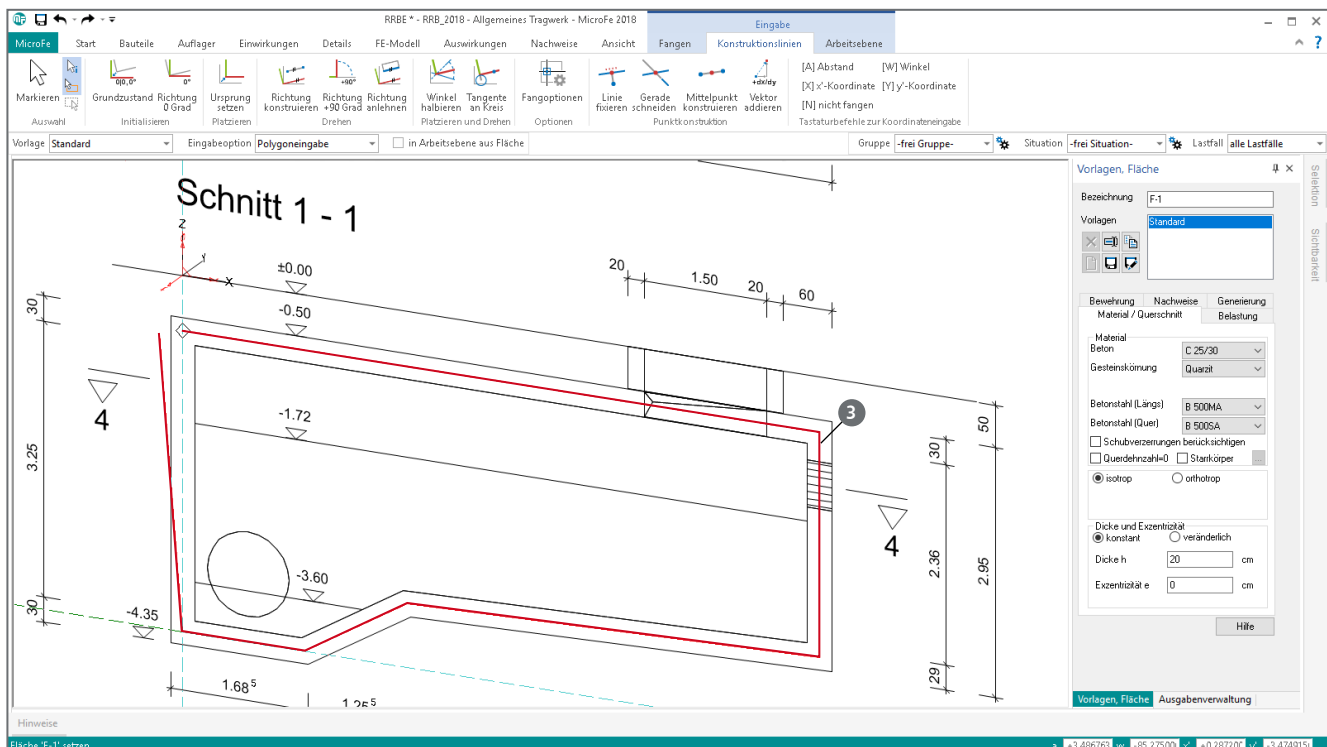

Bild 4. Eingabe der Längswand in der XZ-Ebene
Ein Klick auf die Schaltfläche „Fläche“ im Register „Bauteile“ startet die Eingabe. Die Arbeitsebene wird entsprechend der letzten Nutzung angezeigt (Bild 4). In der Optionenleiste wird die Eingabeoption „Polygoneingabe“ (1) gewählt. Dank der Option „Mittelpunkt konstruieren“ (2) aus dem Kontextregister „Konstruktionslinien“ kann für jeden Punkt des Polygonzugs (3) der Mittelpunkt zwischen Innen- und Außenkante gebildet werden. Die Eingabe des Polygonzugs bleibt immer in der aktuellen Arbeitsebene.
Mit der Eingabeoption „Rechteckeingabe (2 Punkte)“ bleibt die Eingabe immer in der gewählten Arbeitsebene. Somit wird die Decke diagonal über zwei Klicks modelliert. Die Eingabe der Sohlplatte folgt analog (Bild 4).